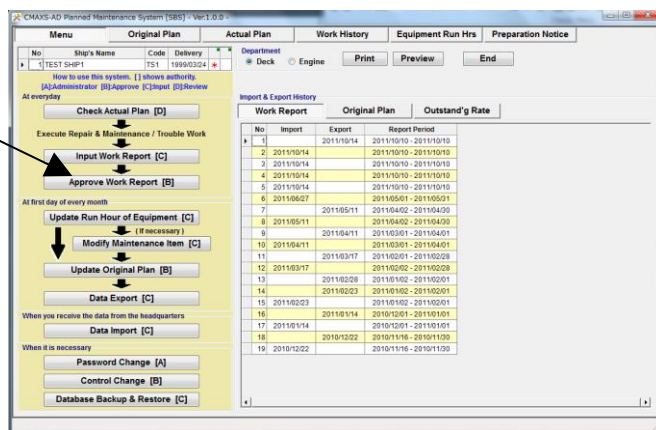

図 8-1 Menu 画面
- (1) "Menu"画面(図 8-1)で、[Approve Work Report]ボタンをクリックしてください。